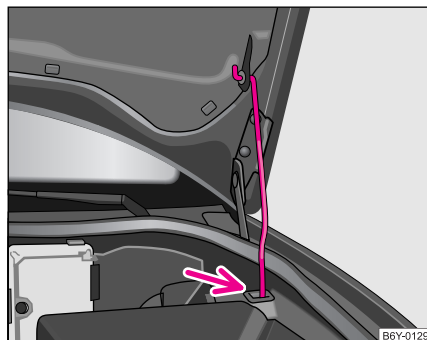

Abb. 136 Sicherung der Motorraumklappe mit der Klappenstütze ▶
- Nehmen Sie die Klappenstütze aus der Halterung und setzen Sie die Klappenstütze in die dafür vorgesehene Öffnung ⇒ Seite 186, Abb. 136.